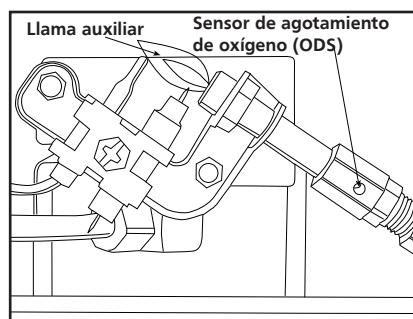

Figura 6
Durante el uso del calefactor, se debe inspeccionar de forma visual y periódica la llama auxiliar y el quemador. La llama auxiliar debe ser de color azul (no amarillo) y se extenderá más allá del termopar. La llama envolverá el termopar justo por debajo de la punta (consulte la figura 6).
- 3 Quite los cuatro (4) tornillos que fijan la cubierta trasera del calefactor.
- 5 Quite los cuatro (4) tornillos de sujeción del quemador y la línea de combustible procedente del conjunto del quemador. Extraiga el conjunto del quemador de la parte trasera del receptor.
- 7 Inspeccione y límpie el orificio del quemador principal (roscado dentro del soporte del orificio). El soporte del orificio está fijado al Venturi del conjunto del quemador mediante dos (2) tornillos.
- 8 Inspeccione y límpie el auxiliar (montado en el soporte) con una aspiradora o aire comprimido a través de los orificios del auxiliar indicados mediante las flechas que se muestran en la figura 6.
- 9 Aplique aire comprimido (30 psi como máximo) dentro del mosaico de cerámica del conjunto de quemador y la válvula de Venturi (n.º de ref. 16) para extraer el polvo, las pelusas y las telarañas.